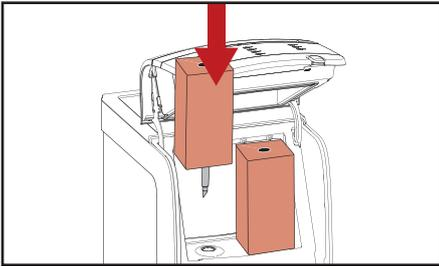

Fig. 4.1 - Colocación de un paquete de producto
4. Inserte el paquete de producto (fig. 4.1).